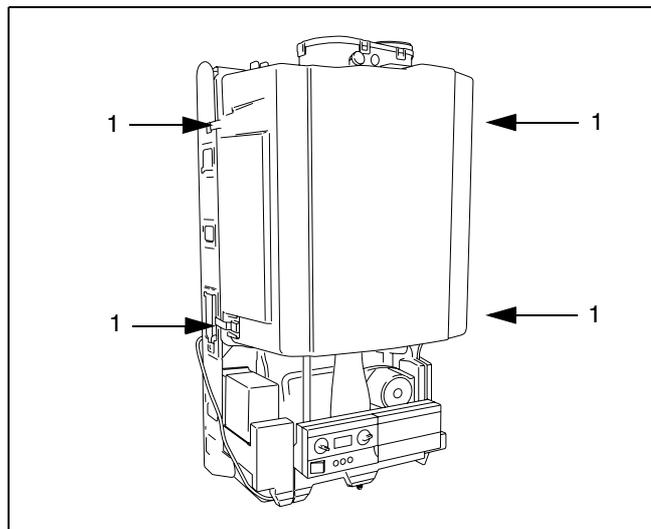

Fig. 14 Rimozione della custodia camera di combustione
- Togliere la custodia camera di combustione dopo aver staccato i quattro ganci a chiusura rapida (fig. 14, pos. 1).